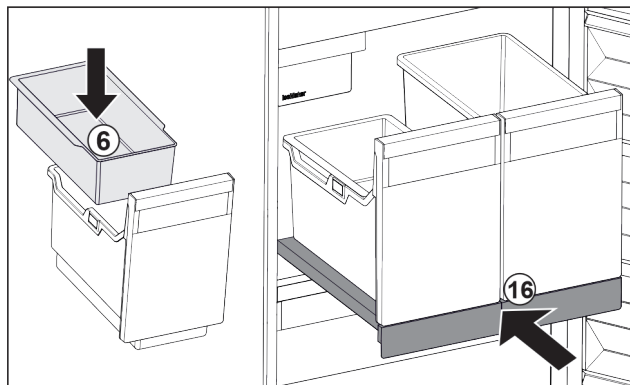

Fig. 176
- Inserire la vaschetta da agganciare Fig. 176 (6) per i cubetti di ghiaccio.
- Inserire il ripiano estraibile con il contenitore (IceTower). Fig. 176 (16)